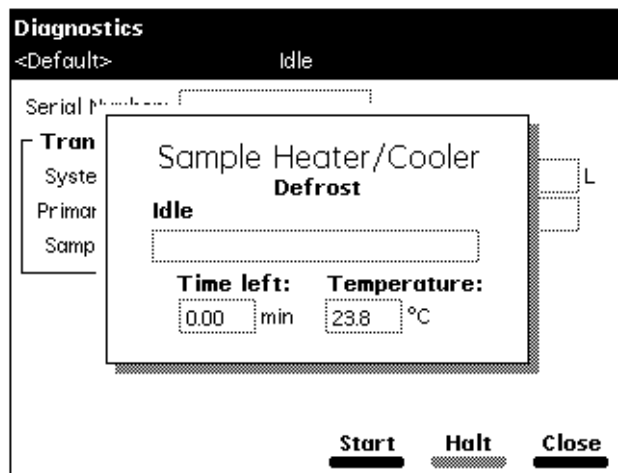

图 8-20 样品加热器 / 冷却器除霜屏幕
1. 选择 Other Diagnostics（其它诊断）屏幕中的 **Defrost**（除霜），然后按 **OK**（确定）。出现 Defrost Sample Heater/Cooler（样品加热器 / 冷却器除霜）屏幕（图 8-20）。